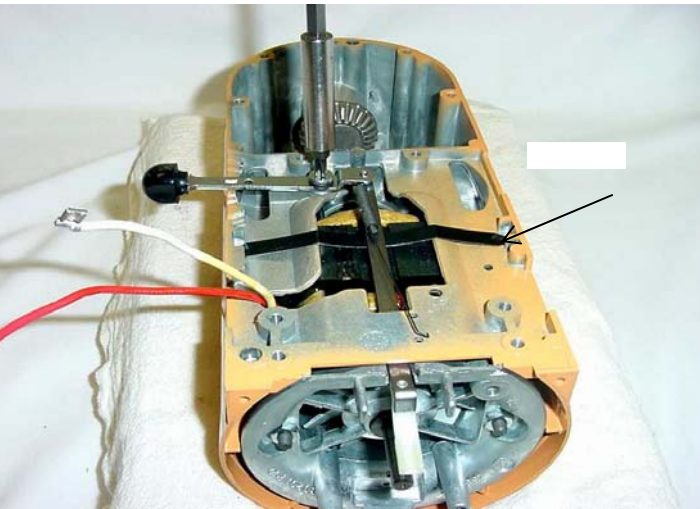

Abb. 24: Drehpunktschraube und Spannscheibe mit Kreuzschlitzschraubendreher entfernen.
D. Zum Ausbau der Schubstange mit Nocke der Geschwindigkeitsregelung die Drehpunktschraube und die Spannscheibe entfernen (Abb. 24).